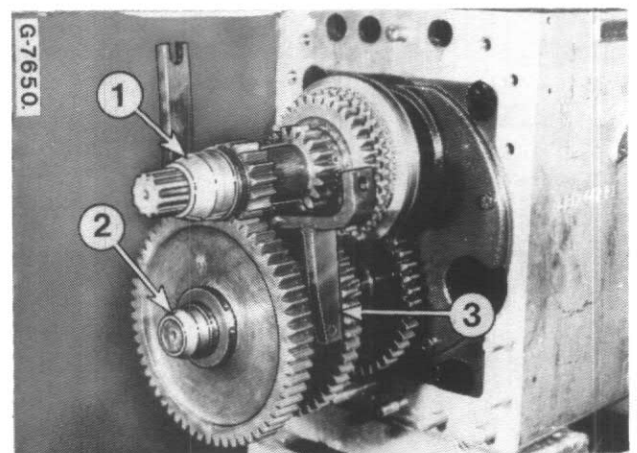

Figure 81
Remontez les éléments de l'arbre intermédiaire avant. Chauffez le pignon (16) dans un bain d'huile et glissez-le en place rapidement. Introduisez la fourchette de commande (3, Fig. 81).
Montez les manchons de guidage (1 et 2, Fig. 81) afin de faciliter le remontage du carter d'embrayage.